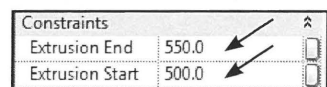

Fig. 05.13. Eller indstil i *Properties*, i forhold til højden af boksen.
- Eller vi skal indstille højden og placeringen ud fra højden på låget i *Properties* (Fig. 05.13). Dette forudsætter dog, at vi kender boksens højde.